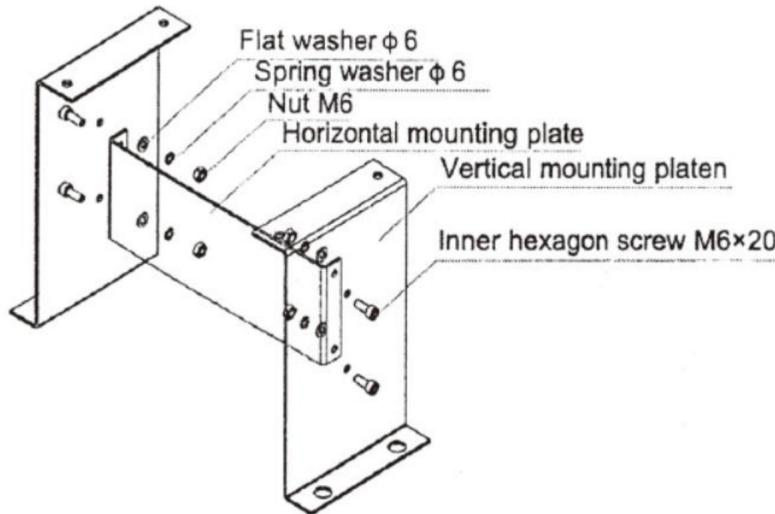

Figura 5
- Se si seleziona la base di montaggio staccabile, la base deve essere assemblata prima come mostrato nella Figura 5: